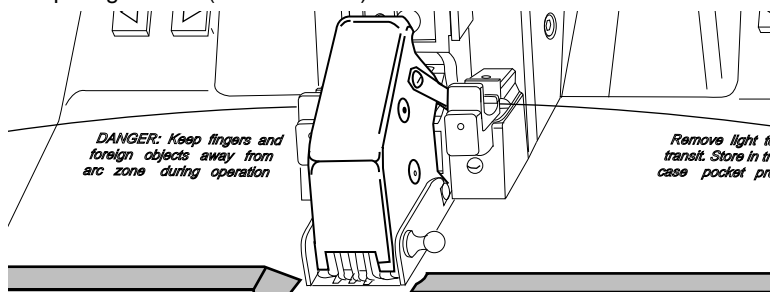

Abbildung 33
5.7 Schließen Sie vorsichtig die Beleuchtungseinheit, und schalten Sie das Spleißgerät ein (siehe Abb. 33). I/O